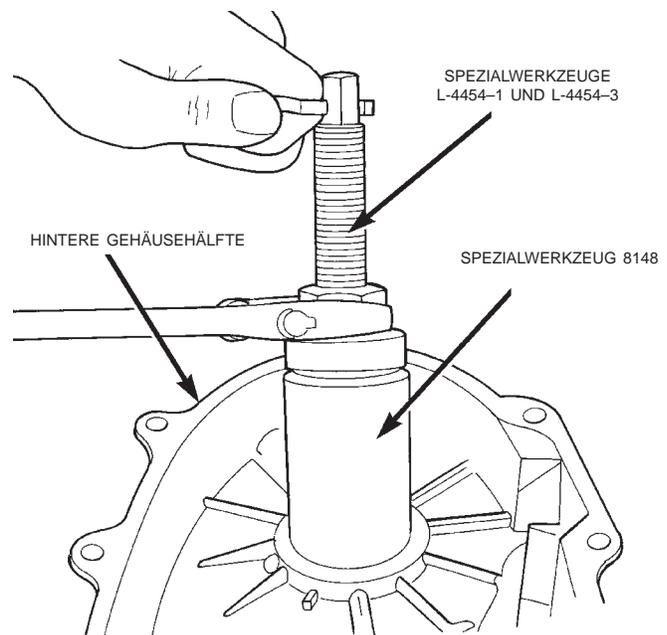

Abb. 46 Hinteres Abtriebswellenlager ausbauen
(7) Das hintere Abtriebswellenlager mit den Ausbauwerkzeugen L-4454 und 8148 ausbauen (Abb. 46).